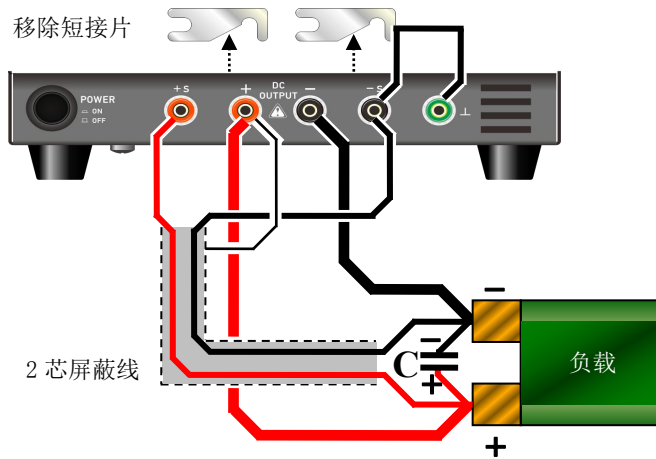
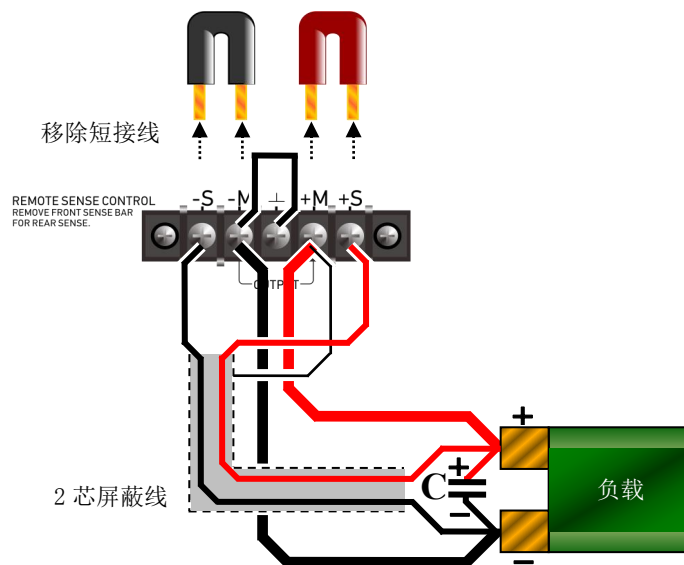

图 4-6 前面远端补偿接线图
图 4-7 后面远端补偿接线图
2. 如图 4-6 和 4-7，移开探测端子的短接线。
使用前面端子进行输出时，按照图 4-6 进行接线。使用后面端子进行输出时，按照图 4-7 进行接线。